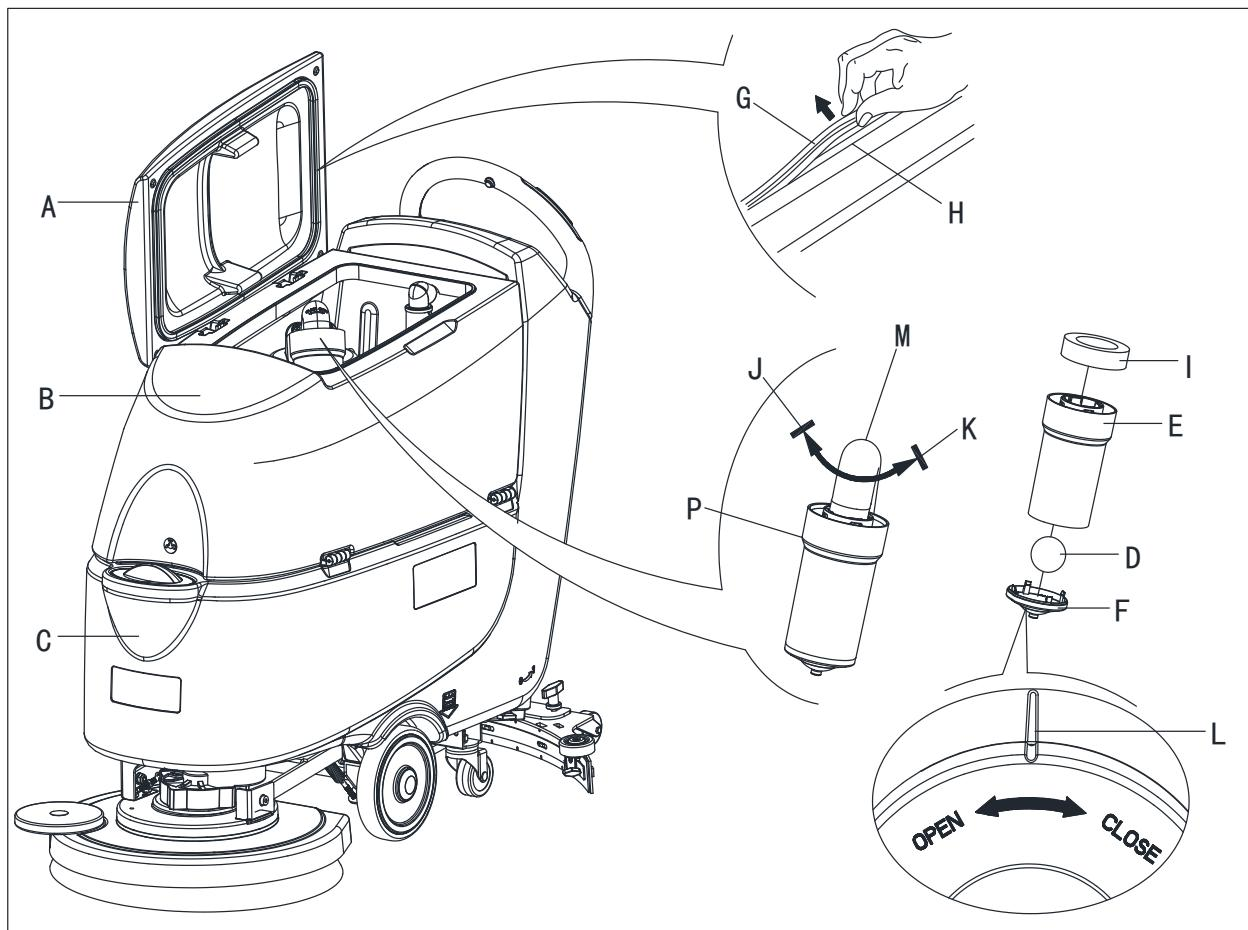

Figure 23
2. Faire en sorte que la machine soit éteinte et que la clé de contact (54) ait été retirée.
3. Tourner le couvercle du réservoir de récupération (A, Figure 23) position de 90 degrés où il peut être retiré du réservoir, puis enlever le filtre à flotteur (P) du réservoir.
4. Nettoyer le couvercle du réservoir récupération (A), le réservoir de récupération (B), réservoir d'eau propre (C) et le cadre de support du filtre à flotteur (E). Vider le réservoir de récupération avec le tuyau de vidange (22).
5. Si nécessaire, suivre les symboles "OPEN" et "CLOSE" comme indiqué sur la (Figure 23) pour ouvrir le couvercle de fond (F) du filtre à flotteur , puis nettoyer le filtre à flotteur (D), le cadre de support du filtre (E) et l'éponge du filtre (I). Après le nettoyage, fixer le filtre à flotteur (D) danssur le cadre de support du filtre (E) puis aligner la rainure de marque (L) du capuchon de fond (F) du filtre à flotteur avec la rainure de marque (L) du cadre de support du filtre à flotteur (E). Visser fermement le capuchon de fond du filtre à flotteur, et fixer l'éponge du filtre (I) sur le cadre de support du filtre à flotteur (E). Enfin, le connecter au tuyau d'aspiration des eaux usées (M).
7. Vérifier si la surface de contact du joint d'étanchéité (G) a une intégrité et une étanchéité suffisantes. Si nécessaire, sortir le joint d'étanchéité du réservoir de la rainure (H) et la remplacer. Assembler le nouveau joint d'étanchéité comme indiqué sur la (Figure 23), le joint devrait être ramené dans la zone médiane.
8. Fermer le couvercle du réservoir de récupération (A).